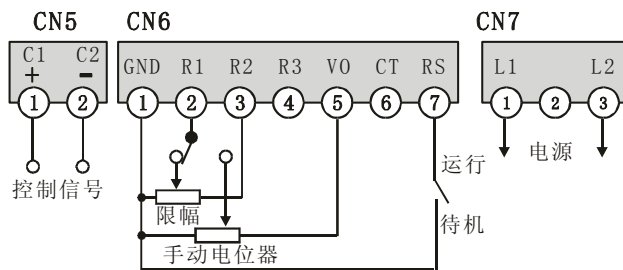

图 6：手动与带限幅功能的自动控制接线图
6.1.1 通过 XCT1 实现电流限制功能。参照图 6，调试步骤如下：
XCT1 是通过借助客户系统中显示三相电流的互感器的其中两路的次级 5A 变换成 0~5VDC。此互感器通常为初级 1 匝，次级为 5A AC，如遇到初级非 1 匝情况时，XCT1 变换出来的 0~5VDC 会有较大偏差，从而影响限流和过载报警的效果。这时参见图 6，首先将负载电流增大到额定最大，通过
6.1.2 通过 XCT1 实现电流过载保护功能。如图 6 接好后，开始正式运行时，如下进行过载保护电流值设定和运行